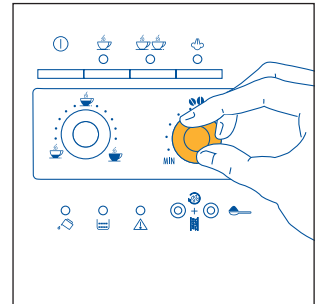
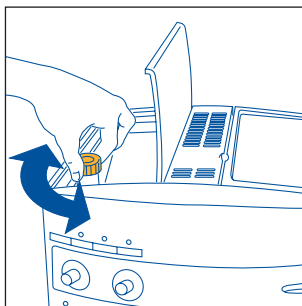

Fig.7
Fig.17
- 2) Regolare la manopola di destra (fig.7) per impostare il gusto desiderato del caffè. Più si ruota in senso orario e maggiore sarà la quantità di caffè in grani che la macchina macinerà e quindi più forte sarà il gusto del caffè ottenuto. Al primo utilizzo è necessario procedere a tentativi e fare più di un caffè per individuare la corretta posizione della manopola. Fare attenzione a non ruotare troppo in senso orario altrimenti c'è il rischio di ottenere un'erogazione troppo lenta (a gocce), soprattutto quando si richiedono due tazze di caffè.
NOTA 1: Se il caffè fuoriesce a gocce oppure non esce del tutto, è necessario ruotare la manopola di regolazione macinatura (fig. 17) di uno scatto in senso orario (vedi par. 6). Procedere di uno scatto alla volta fino ad ottenere un'erogazione soddisfacente.
NOTA 2: Se il caffè fuoriesce troppo velocemente e la crema non è soddisfacente; ruotare un po' la manopola di destra (fig.7) in senso orario. Procedere a tentativi e fare più di un caffè per individuare la corretta posizione della manopola. Fare attenzione a non ruotare troppo in senso orario altrimenti c'è il rischio di ottenere un'erogazione troppo lenta (a gocce), soprattutto quando si richiedono due tazze di caffè. Se, dopo qualche caffè, non si ottiene una crema soddisfacente, ruotare anche la manopola di regolazione macinatura (fig.17) di uno scatto in senso antiorario (vedi par. 6).
Per risolvere questo inconveniente è necessario regolare il grado di macinatura della macinacaffè ruotando la manopola di regolazione macinatura (fig. 17) di uno scatto in senso antiorario (come descritto nel cap. 6).
Tuttavia se dopo aver fatto i primi caffè, l'erogazione dovesse risultare troppo veloce o troppo lenta (a gocce), è necessario effettuare una correzione con la manopola di regolazione del grado di macinatura (fig. 17). Ruotandola di uno scatto in senso orario (pari a una cifra) si ottiene invece un'erogazione del caffè più veloce (senza gocce).